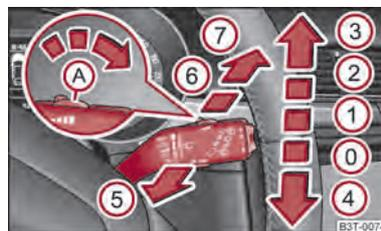

Abb. 51 Scheibenwischerhebel
Der Scheibenwischerhebel ⇒ Abb. 51 hat folgende Stellungen:
- Ist das langsame ② ⇒ Abb. 51 oder schnelle ③ Wischen eingeschaltet und die Geschwindigkeit des Fahrzeugs sinkt unter 4 km/h, wird automatisch in eine niedrigere Wischstufe geschaltet. Bei der Geschwindigkeitserhöhung über 8 km/h wird das vorherige Wischen wieder hergestellt.
Ist der Scheibenwischerhebel in der Stellung ② ⇒ Abb. 51 bzw. ③ kommt es bei einer Geschwindigkeit von mehr als 5 km/h alle 30 Sekunden bzw. 10 Sekunden zu einem Wischvorgang der Heckscheibe.
- Drücken Sie fünfmal hintereinander innerhalb von 5 Sekunden den Bedienungshebel in die Stellung ⑥ ⇒ Abb. 51.
Zum Reinigen der Scheinwerfer kommt es nach dem ersten und nach jedem fünften Bespritzen der Frontscheibe, wenn das Abblend- oder Fernlicht eingeschaltet ist und der Scheibenwischerhebel ca. 1 Sekunde in der Position ⑤ ⇒ Abb. 51 gehalten wurde.
- Drücken Sie danach innerhalb von 10 Sekunden den Scheibenwischerhebel in die Position ④ ⇒ Abb. 51 - die Wischerarme fahren in die Servicestellung.